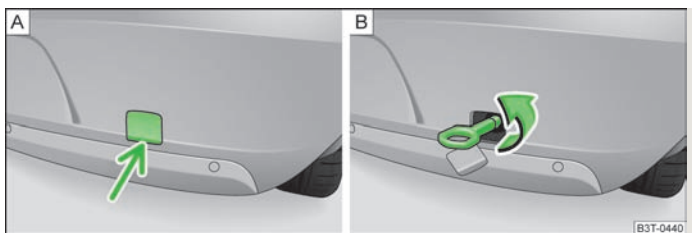

Fig. 185 Bara de protecție din spate: Demontarea capacului / Montarea cârligului de tractare
- ▶ Apăsați în zona inferioară a capacului din bara de protecție spate » fig. 185 -  și scoateți-l afară.
- ▶ Înșurubați cârligul de tractare spre stânga până la refuz » fig. 185 -  și strângeți-l cât mai ferm posibil. Pentru strângere cârligului, vă recomandăm să folosiți de exemplu cheia de roți, cârligul de ancorare al unui alt autovehicul sau un alt obiect asemănător, pe care să îl puteți introduce prin cârlig.